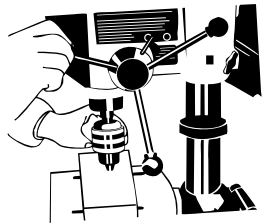

FIGURA 8
6. Posicione a alavanca para baixo para que o mandril pressione contra o pedaço de madeira até que este e o eixo árvore sejam acoplados (Figura 8).